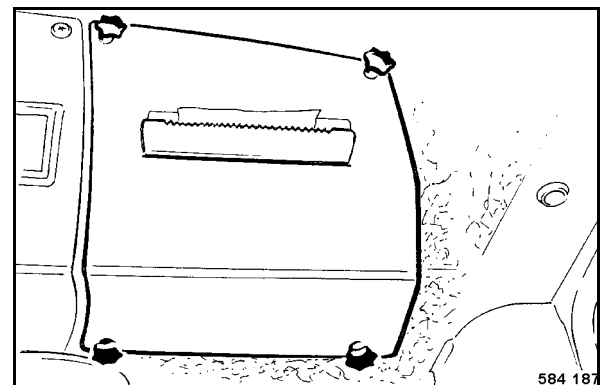

fig. 103
- Dévisser les poignées en étoile (fig. 103) et retirer le cache.